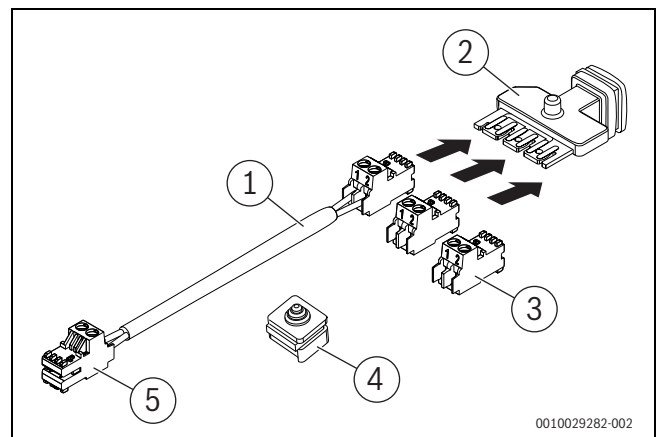

Bild 114 Lieferumfang Zubehör CS 37
- ▶ Kabel (→ Bild 114, [1]) mit Stecker an die EMS-BUS-Leiste (→ Bild 114, [2]) stecken.
- ▶ Beide Stecker (→ Bild 114, [3]) auf die Steckplätze der EMS-BUS-Leiste (→ Bild 114, [2]) stecken.
- ▶ EMS-BUS-Leiste (→ Bild 114, [2]) mit den Steckern nach unten in die Öffnung für die Kabeldurchführungen einsetzen.
- ▶ Mitgelieferte Kabeldurchführung (→ Bild 114, [4]) einsetzen.